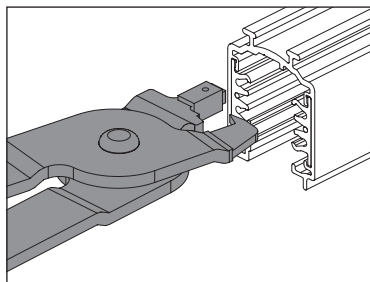
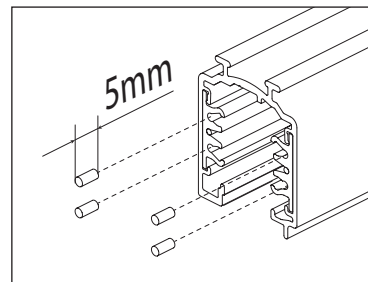

Abb. 4 Kürzen der Leiter
Abb. 5 Mindestlänge Kürzung
Die Schienen mit Länge 1-2-3-4 m werden mit integrierten Kupferleitern nach Vorgabe der geltenden Sicherheitsvorschriften geliefert. Wenn die Schiene bei der Installation gekürzt werden muss, müssen die 4 Leiter (L1-L2-L3-N) nach dem Abschneiden vom einem Spezialschneider (S-9000/T(A) für 9000A-...-ST, 9000-...-R, 9000-...-H - S-9000/T-TR für 9000-...-TR) um mindestens 5 mm gekürzt werden, so dass die korrekten Abstände zu Luft, Oberfläche und spannungsführenden Teilen eingehalten werden (Abb. 4 und Abb. 5).